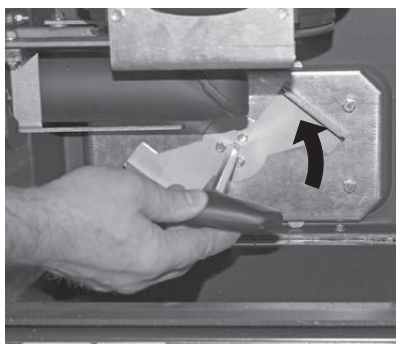

Fig. 60 Tourner la poignée dans le sens contraire aux aiguilles d'une montre
- ▶ Remettre le couvercle des surfaces d'échange en place et tourner à nouveau la poignée à fond dans le sens contraire aux aiguilles d'une montre Fig. 60.